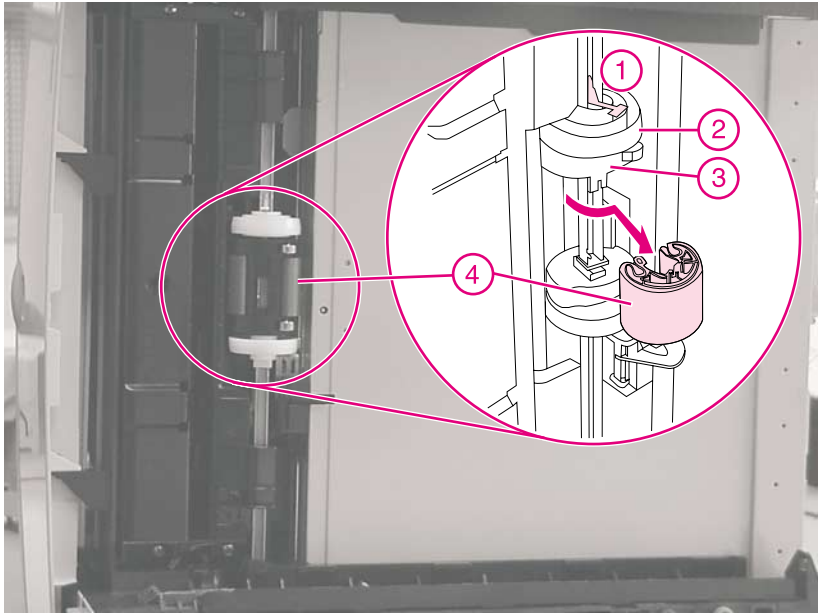

Figura 9
- 3 Apriete la pestaña de cierre (Figura 9, elemento 1) de la leva lateral blanca (elemento 2), y saque la leva y el cojinete negro (elemento 3) del rodillo (elemento 4).